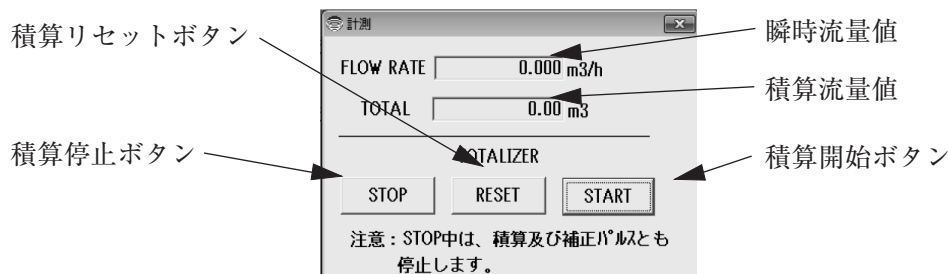

図18
- ② 図18のような、プロセス値計測用のメッセージボックスが現れます。